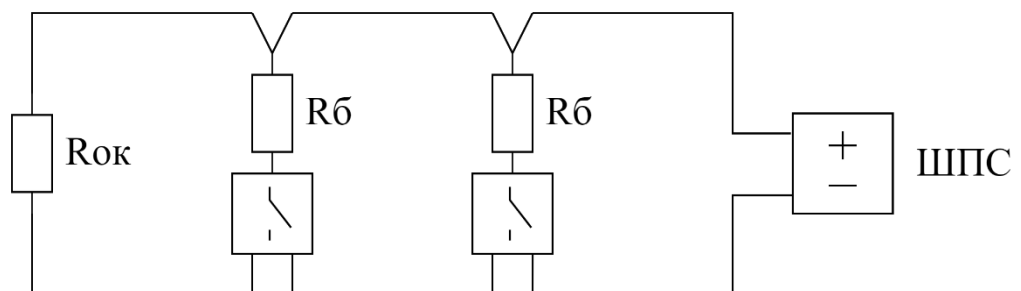

Рис. 7
- Схема подключения **активных (токопотребляющих)** ИП (тип шлейфа – пожарный дымовой с распознаванием двойной сработки) представлена на рис. 7.